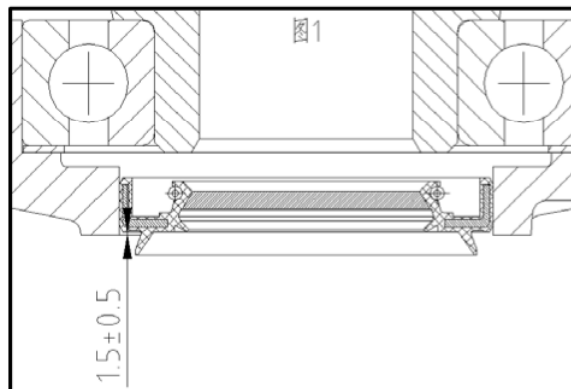
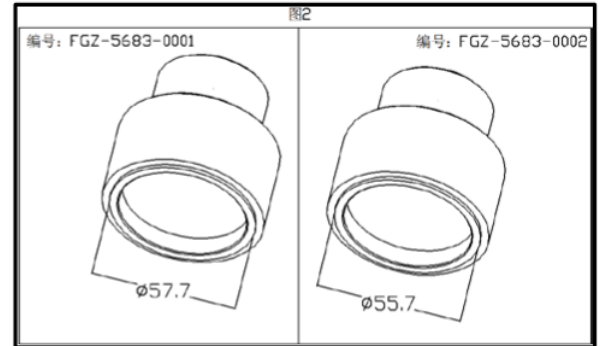

图1
图2
② 装配要求：在装配差速器油封时，注意控制油封不能有歪斜现象(油封端面以外端面为基准平行度不大于0.15)。油封外端面距孔口端面深度 $1.5 \pm 0.5\text{mm}$ 。（见图1）。装配过程应避免用手触碰油封内圈。装配油封前油封外圈和箱体孔应保持洁净且无划伤，不可涂抹油脂。（可适量涂抹肥皂水）。使用专用工装FGZ-5683-0001装配 $\varnothing 58\text{mm}$ 外径油封；使用专用工装FGZ-5683-0002装配 $\varnothing 56\text{mm}$ 外径油封。（见图2）